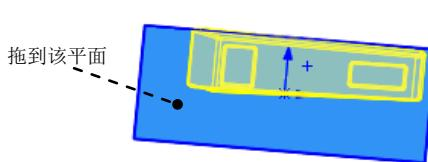

图 12.2.39 成形特征 1
Step3. 创建图 12.2.39 所示的成形特征 1。
(1) 单击任务窗格中的“设计库”按钮 ，打开“设计库”对话框。
(2) 单击“设计库”对话框中的 **ch12** 节点，在设计库下部的列表框中选择“staple_shaped_tool_01”文件并拖动到图 12.2.39 所示的平面，并设置旋